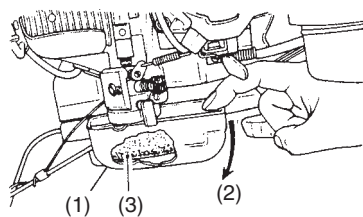

Рис. 9
- 1) Промыть элемент воздухоочистителя водой с мылом и просушить перед повторным применением. (Рис. 9)